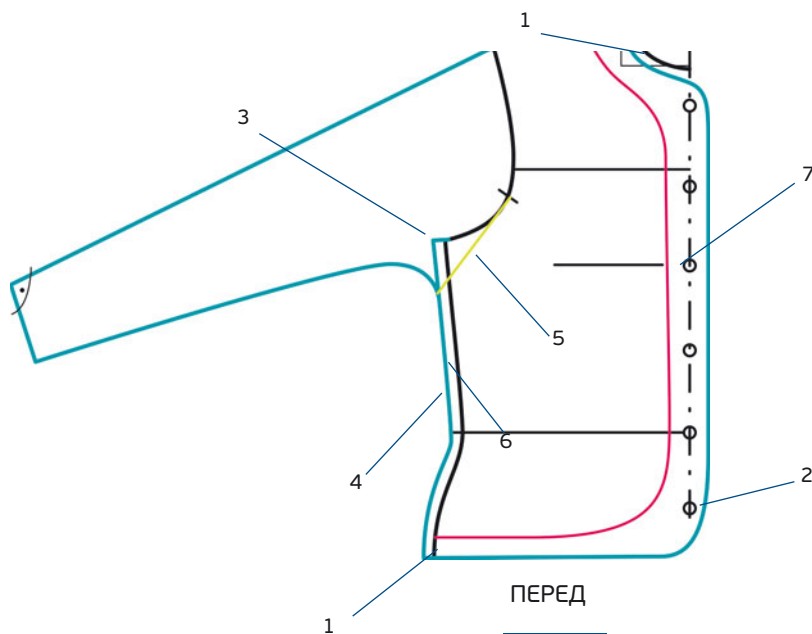

РИС. 1
4. На боковой линии опустите пройму на 5–7 см, затем проведите нижнюю линию рукава, плавно соединяя с боковой линией (рис. 1).
5. Проведите прямую, проходящую на 2–3 см ниже линии глубины проймы до основания рукава (рис. 1, зеленым цветом).
7. Начертите подборт переда шириной 10–15 см. Затем уменьшите его по низу лифа на 5–7 см (рис. 1, красным цветом).